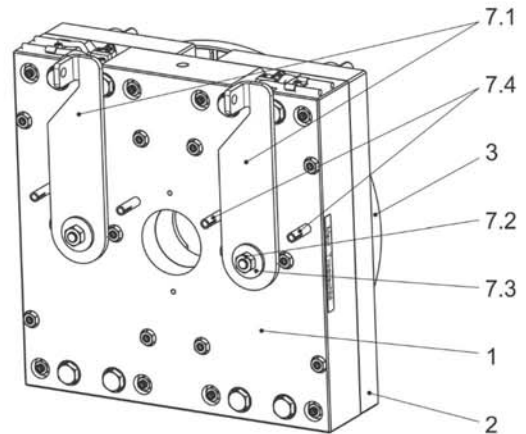

Fig. 6 (Débloccage manuel pour câble Bowden)
Le débloccage manuel est réglé en usine prêt au montage. Un débloccage du frein s'effectue en manipulant simultanément les deux leviers de débloccage manuel (7.1), voir fig. 6 et 7. Le sens de rotation n'a pas d'importance. De ce fait, le disque de freinage (2) est attiré contre le porte-bobine (1). Le rotor (3) est libre et le frein débloccé.
Remarque concernant le débloccage manuel pour câble Bowden (fig. 6)